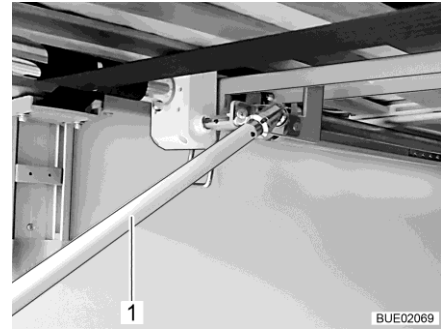

Fig. 151 Manivela en el garaje trasero
- Para subir la cama: girar la manivela (Fig. 151,1) en sentido de las agujas del reloj.
Para bajar la cama: girar la manivela (Fig. 151,1) en sentido contrario a las agujas del reloj.